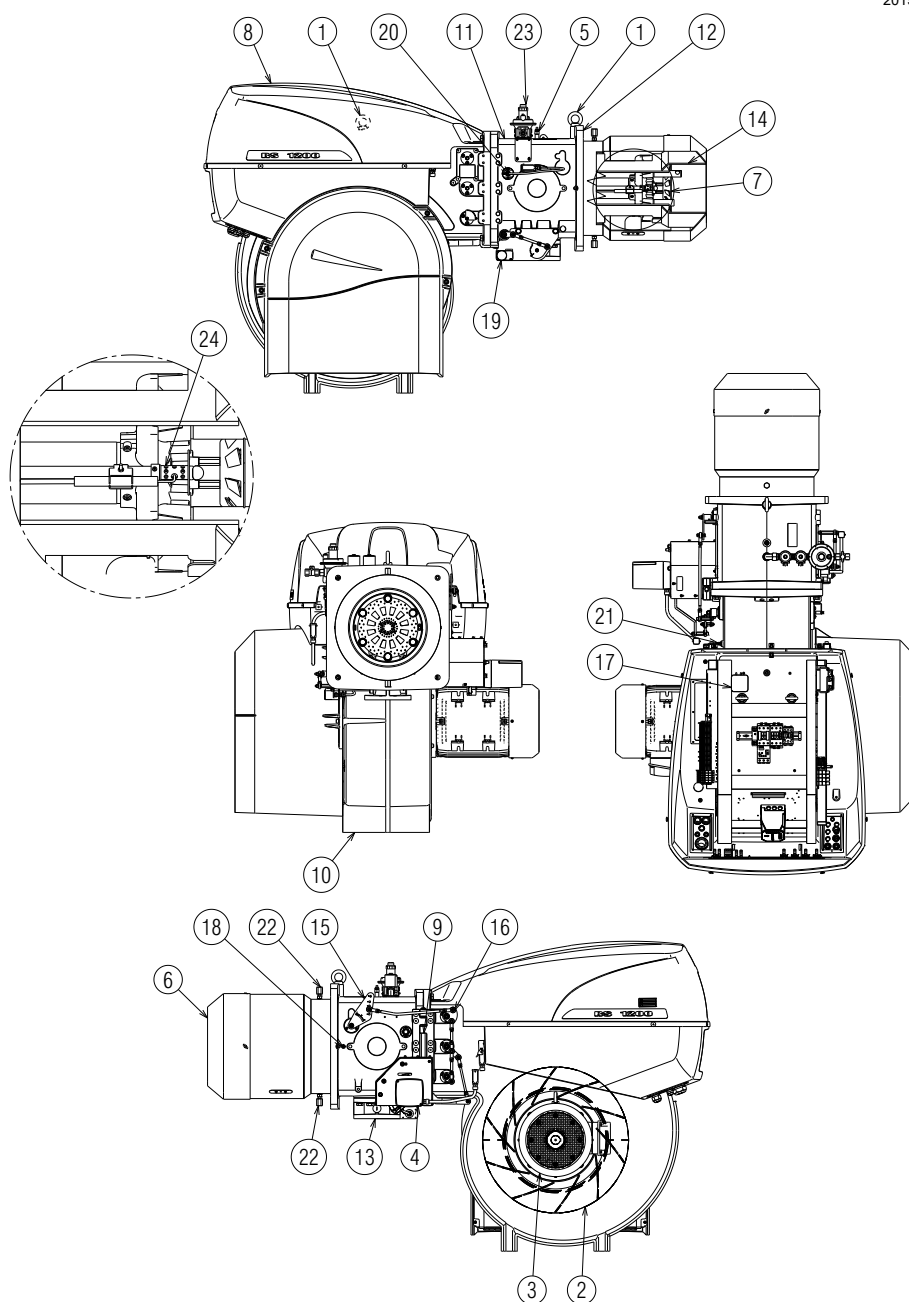

Fig. 4
- (1) Condiciones de referencia: Temperatura ambiente 20°C - Temperatura gas 15°C - Presión barométrica 1013 mbar - Altitud 0 m s.n.m.
(2) Presión en la toma 5)(Fig. 4 en la pag. 11) con presión cero en la cámara de combustión y a la potencia máxima del quemador.
(3) Presión sonora medida en el laboratorio de combustión del fabricante, con quemador en funcionamiento en caldera de prueba, a la potencia máxima. La Potencia sonora se mide con el método "Free Field", previsto por la Norma EN 15036, y según una precisión de medición "Accuracy: Category 3", como se describe en la Norma EN ISO 3746.